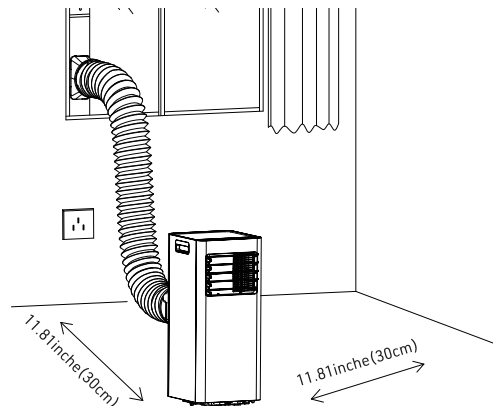

Fig. 11
- 1.) Collocare l'apparecchio su una superficie piana e garantire uno spazio libero intorno ad esso di almeno 30 cm per lato. (come illustrato in fig. 11)